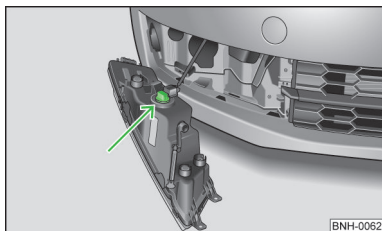

Abb. 173
- › Den Stecker abziehen » Abb. 173.
- › Den Lampensockel bis zum Anschlag **entgegen dem** Uhrzeigersinn drehen und herausziehen » Abb. 173.